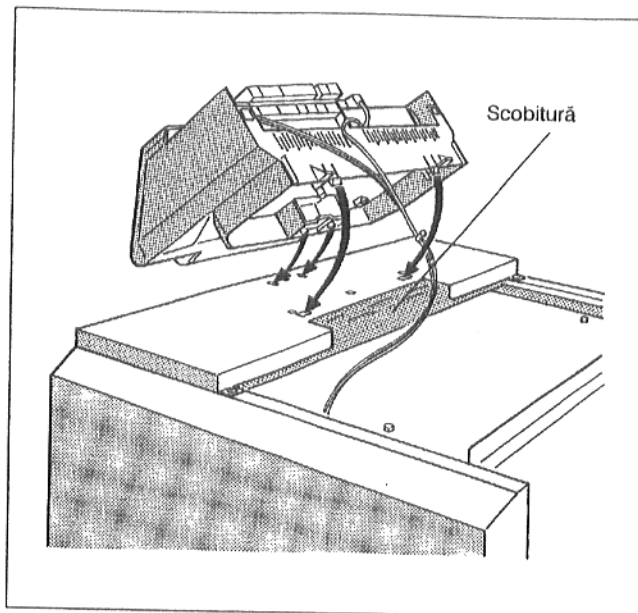

Fig. 7: Așezarea aparatului de reglare
- Aparatul de reglare se va așeza pe capota frontală de acoperire a cazanului în așa fel încât cârligele de la partea de jos a aparatului de reglare să intre în găurile ovale (Fig. 7). Conductele capilare ale sensorului de temperatură și, la reglarea "Ecomatic", conducta sensorului de măsurare a temperaturii apei cazanului se va așeza în scobitura din capota frontală a cazanului (Fig. 7).
- Aparatul de reglare se va apleca în față și se va apăsa în jos până când ambele cârlige elastice au intrat în găurile din spate (Fig. 7).